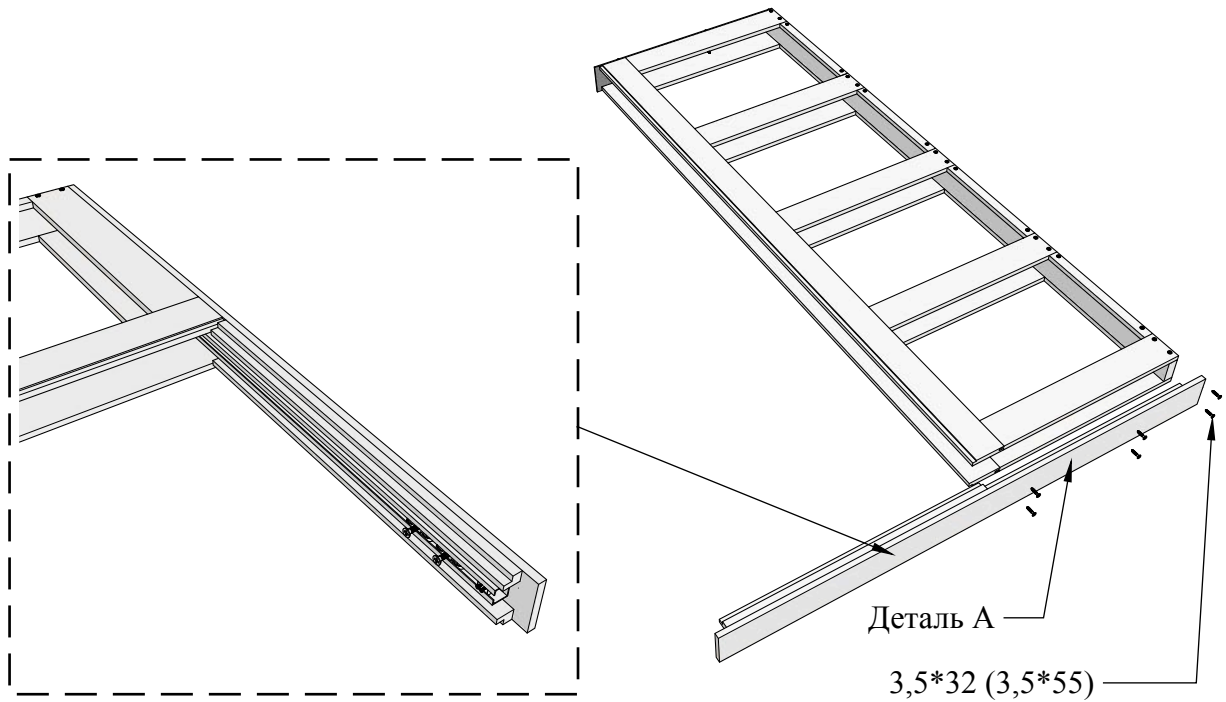

Рисунок 13
4.6 Установить верхний элемент (деталь А) и закрепить саморезам 3,5*32 (Рис. 13). Если верхний элемент толщиной 30 мм , то закрепить саморезами 3,5*55.